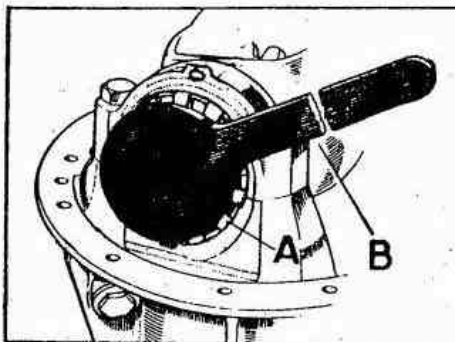

Fig. E-88 Ajuste de las tuercas almenadas
3.5.3. Montar las dos tuercas almenadas, A (Fig. E-88) y utilizando la llave especial B (437100) apretar la tuerca de la parte opuesta a los dientes de la corona para eliminar por completo el juego entre dientes de piñón y corona, pero sin introducir ninguna precarga.